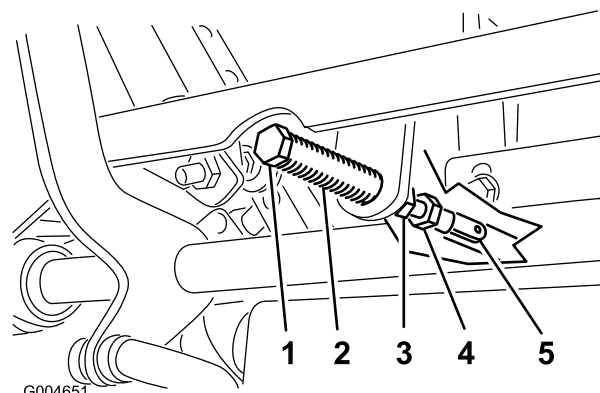

Figura 72
- Tire hacia atrás de la palanca hasta que el pasador (en el brazo situado encima del eje pivotante) entre en contacto con el extremo de la ranura (empezando justo a tensar el resorte) como se muestra en Figura 72.
7. Si es necesario un ajuste, afloje la tuerca y la contratuerca contra la horquilla (Figura 72).
8. Aplique una ligera presión hacia atrás en la palanca de control de movimiento, gire la cabeza del perno de ajuste en el sentido apropiado hasta que la palanca de control esté centrada en posición de BLOQUEO/PUNTO MUERTO (Figura 72).
9. Apriete la tuerca y la contratuerca (Figura 72).
10. Apriete las contratuercas de las articulaciones esféricas (Figura 72).